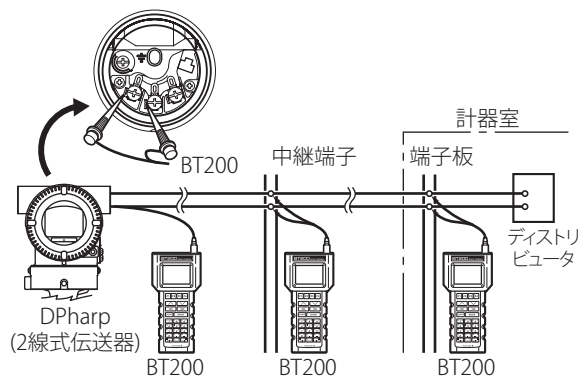

図8.1 BT200の接続
- 1) 図 8.1 に示すように伝送器と装置を接続し、少なくとも 5 分間ウォームアップします。
伝送器と BT200 との接続は図 8.1 のように端子箱に設けてある BT200 接続用フックに接続する方法と中継端子板などで接続する方法があります。